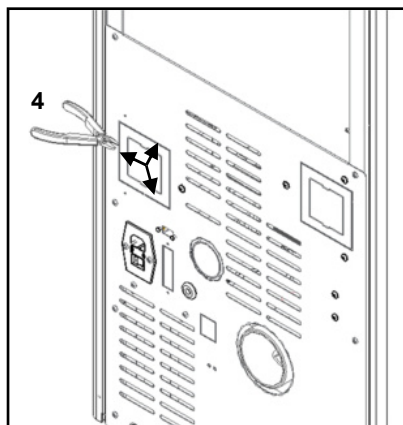

Figura 129 - Remoção tampa posterior salamandra
d) Na parte posterior do equipamento remover a tampa assinalada na Figura 129, cortando nas zonas assinaladas com um alicate de corte (4).